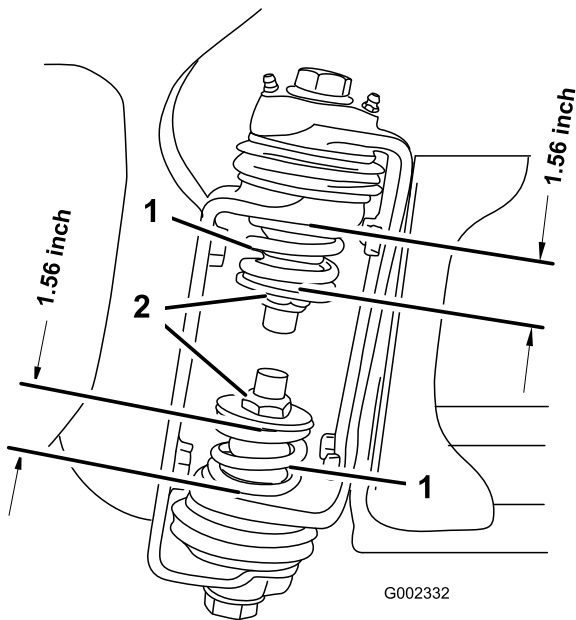

Figura 49
3. En la articulación del brazo, mida la compresión de los muelles superior e inferior, con los brazos en posición extendida (Figura 49).